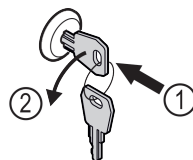

Fig. 167
- ▶ Вставьте ключ. Fig. 167 (1)
- ▶ Поверните ключ на 90° против часовой стрелки. Fig. 167 (2)